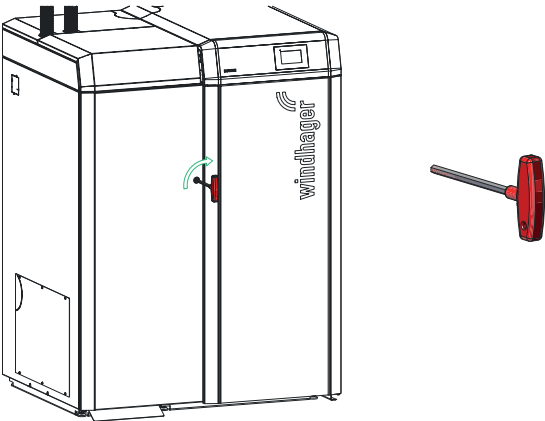

Fig. 125 Chiudere la porta di contenimento con chiave a bussola
- Chiudere entrambe le porte di contenimento e ruotare la chiave a bussola di 1/4 di giro a destra per bloccarle – Fig. 125.